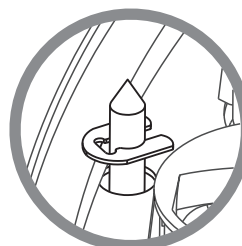

Bild 2. Skruv med låsbricka i frontplåt.
- Skruvarna är fästa med låsbricka i frontplåten och ska endast lossas, **ej avlägsnas** ur fronten under montaget, **Bild 2**.
- 2) Lossa övriga skruvar och fäll försiktigt ner fronten i riktning mot stosen och låt den hänga kvar i säkerhetslinorna som då utgör 'gångjärn' i bakkant vid inlopp, se även bild 2.